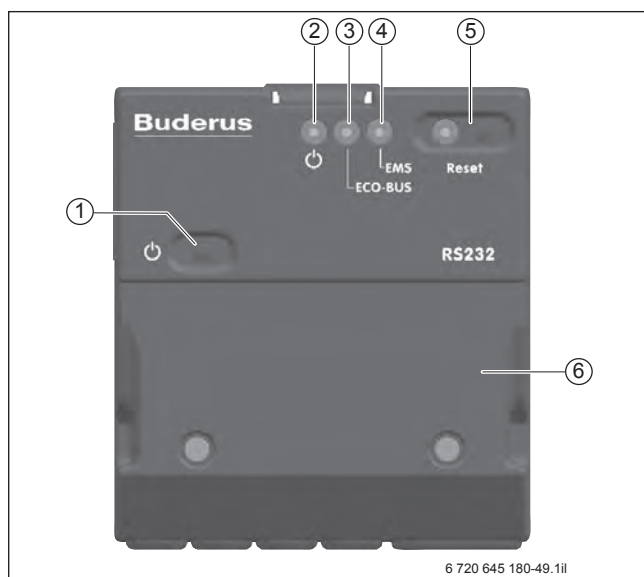

Bild 122 BUS-Schnittstelle Logamatic Gateway RS232
- Logamatic Gateway RS232 (→ Bild 122)